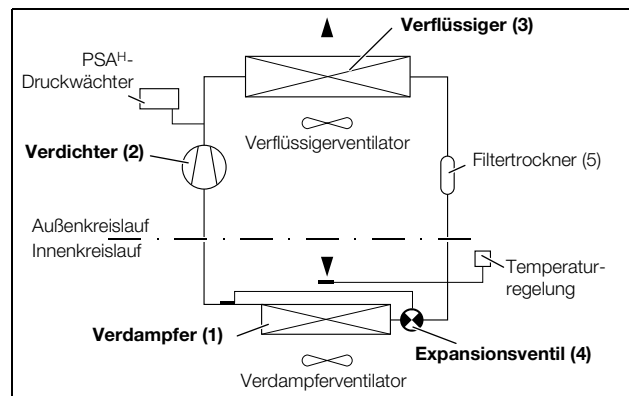

Abb. 3: Kältekreislauf
Das Kühlgerät (Kompressionskälteanlage) besteht aus den vier Hauptbestandteilen (vgl. Abb. 3): Verdampfer (1), Kältemittelverdichter (Kompressor) (2), Verflüssiger (Kondensator) (3) sowie dem Regel- bzw. Expansionsventil (4), die durch Rohrleitungen miteinander verbunden sind. Dieser Kreislauf ist mit einem leicht siedenden Stoff, dem Kältemittel, aufgefüllt. Das Kältemittel R134a (CH₂FCF₃) ist chlorfrei. Sein Ozon-Zerstörungs-Potenzial (OZP) beträgt 0.